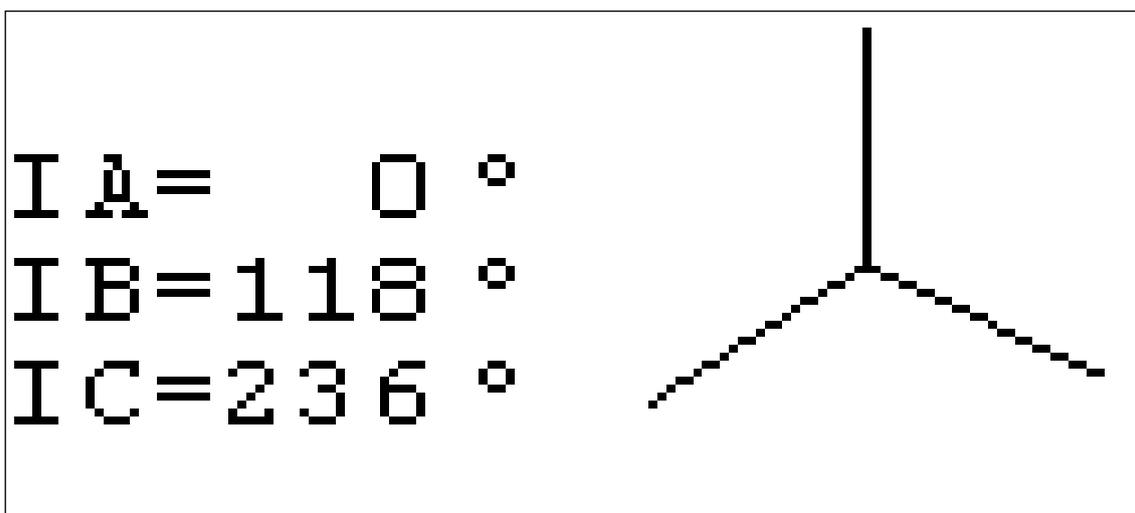

Рис.4 Видеограмма вектора токов
2. Векторная диаграмма токов (см.рис.4)